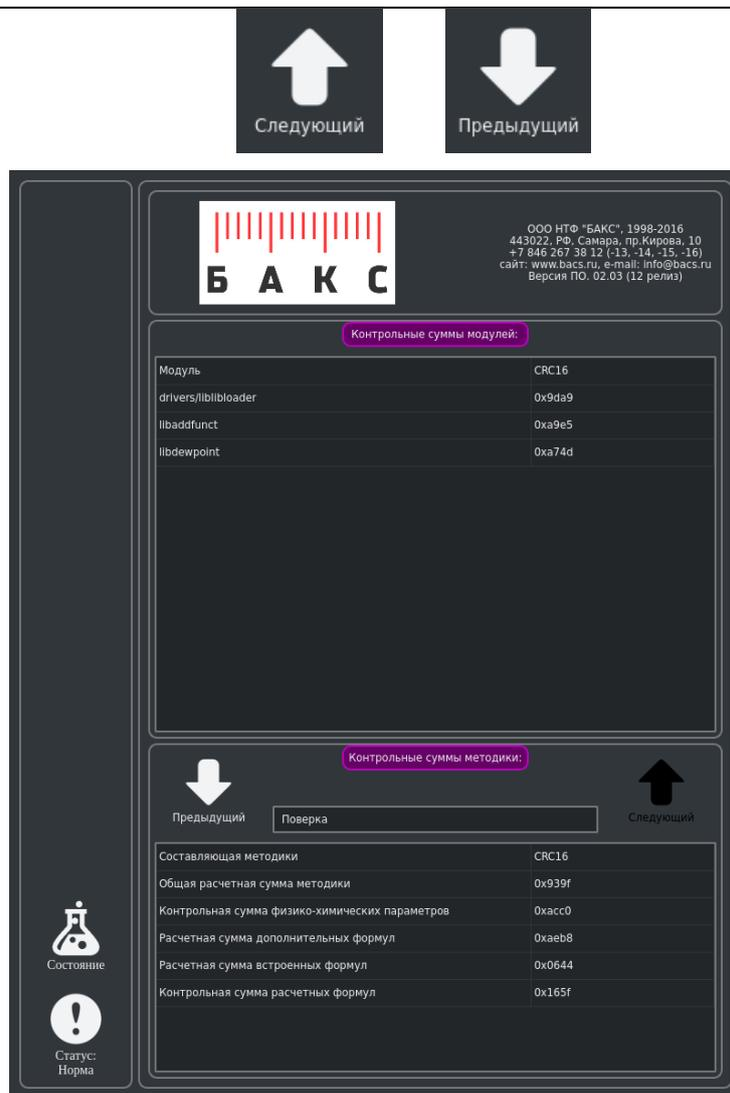

Рис. 11. Вид диалога «Информация о ПО»
2.6.3.2. Идентификацию встроенного ПО проводят с помощью диалога «Информация о ПО» (Рис. 11). Открытие этой экранной формы осуществляют из основного рабочего окна ПО с помощью кнопки «Информация»